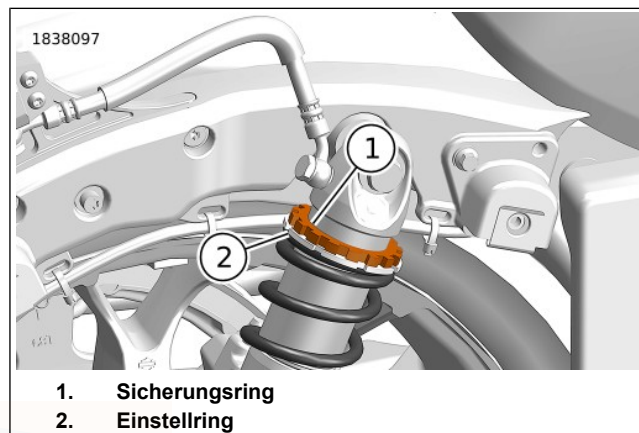

Abbildung 14. Vorspannungseinsteller
4. Siehe Abbildung 14. Den Sicherungsring (1) am rechten Stoßdämpfer mit dem mitgelieferten Hakenschlüssel gegen den Uhrzeigersinn auf MIN drehen.
5. Den Einstellring (2) im Uhrzeigersinn drehen, bis der Abstand von der Oberseite des Einstellrings zur Unterseite des Sicherungsring mit dem berechneten Vorspannungsabstand übereinstimmt, der in den Schritten 2 und 3 oben ermittelt wurde. Siehe Tabelle 21.